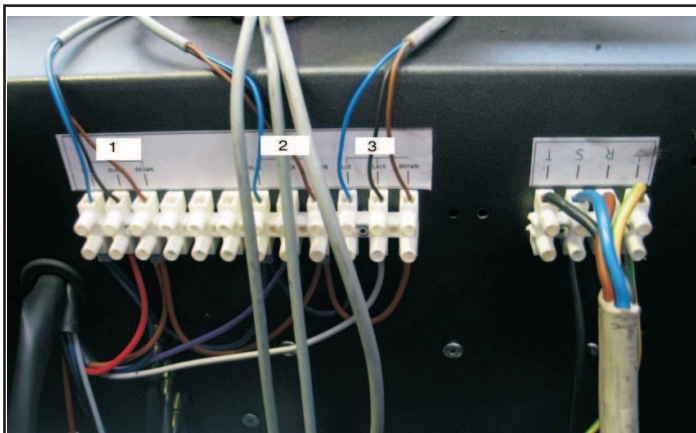

Fig.32
- Allacciare il cavo di alimentazione alla morsettiera RST (fig.32).
- Connect the electric cable to the RST terminal board fig. 32).